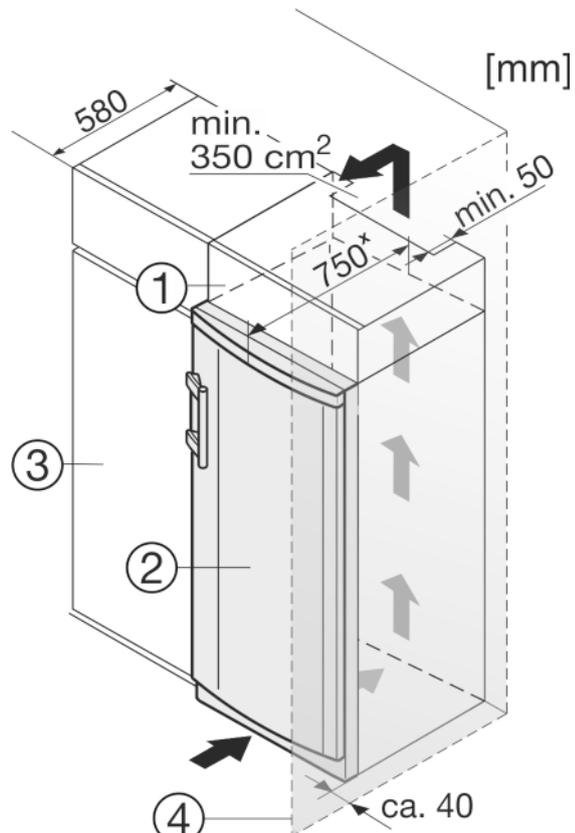

Fig. 9
L'apparecchio può essere incassato nell'arredamento per la cucina. Per adattare l'apparecchio Fig. 9 (2) all'altezza della cucina componibile, è possibile applicare sopra l'apparecchio un adeguato mobile da appoggio Fig. 9 (1).
Se l'apparecchio con cerniere viene installato accanto ad una parete *Fig. 9 (4)*, la distanza minima fra l'apparecchio e la parete deve essere almeno di 40 mm, che corrisponde alla sporgenza della maniglia con la porta aperta.